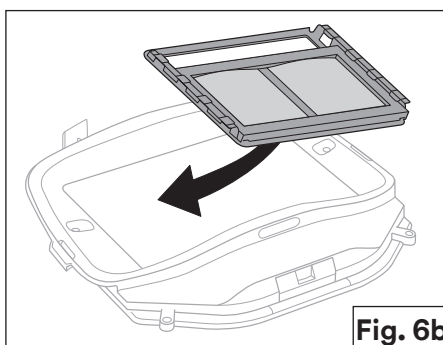

Fig. 6b
- b. Coloque el soporte de la lente en la parte frontal del ADF (Fig. 6b).